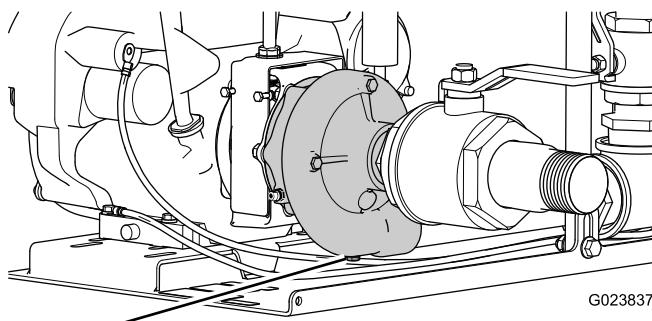

Figura 18
4. Vacíe el fluido restante de la bomba retirando el tapón de vaciado situado en la parte inferior de la bomba (Figura 18).